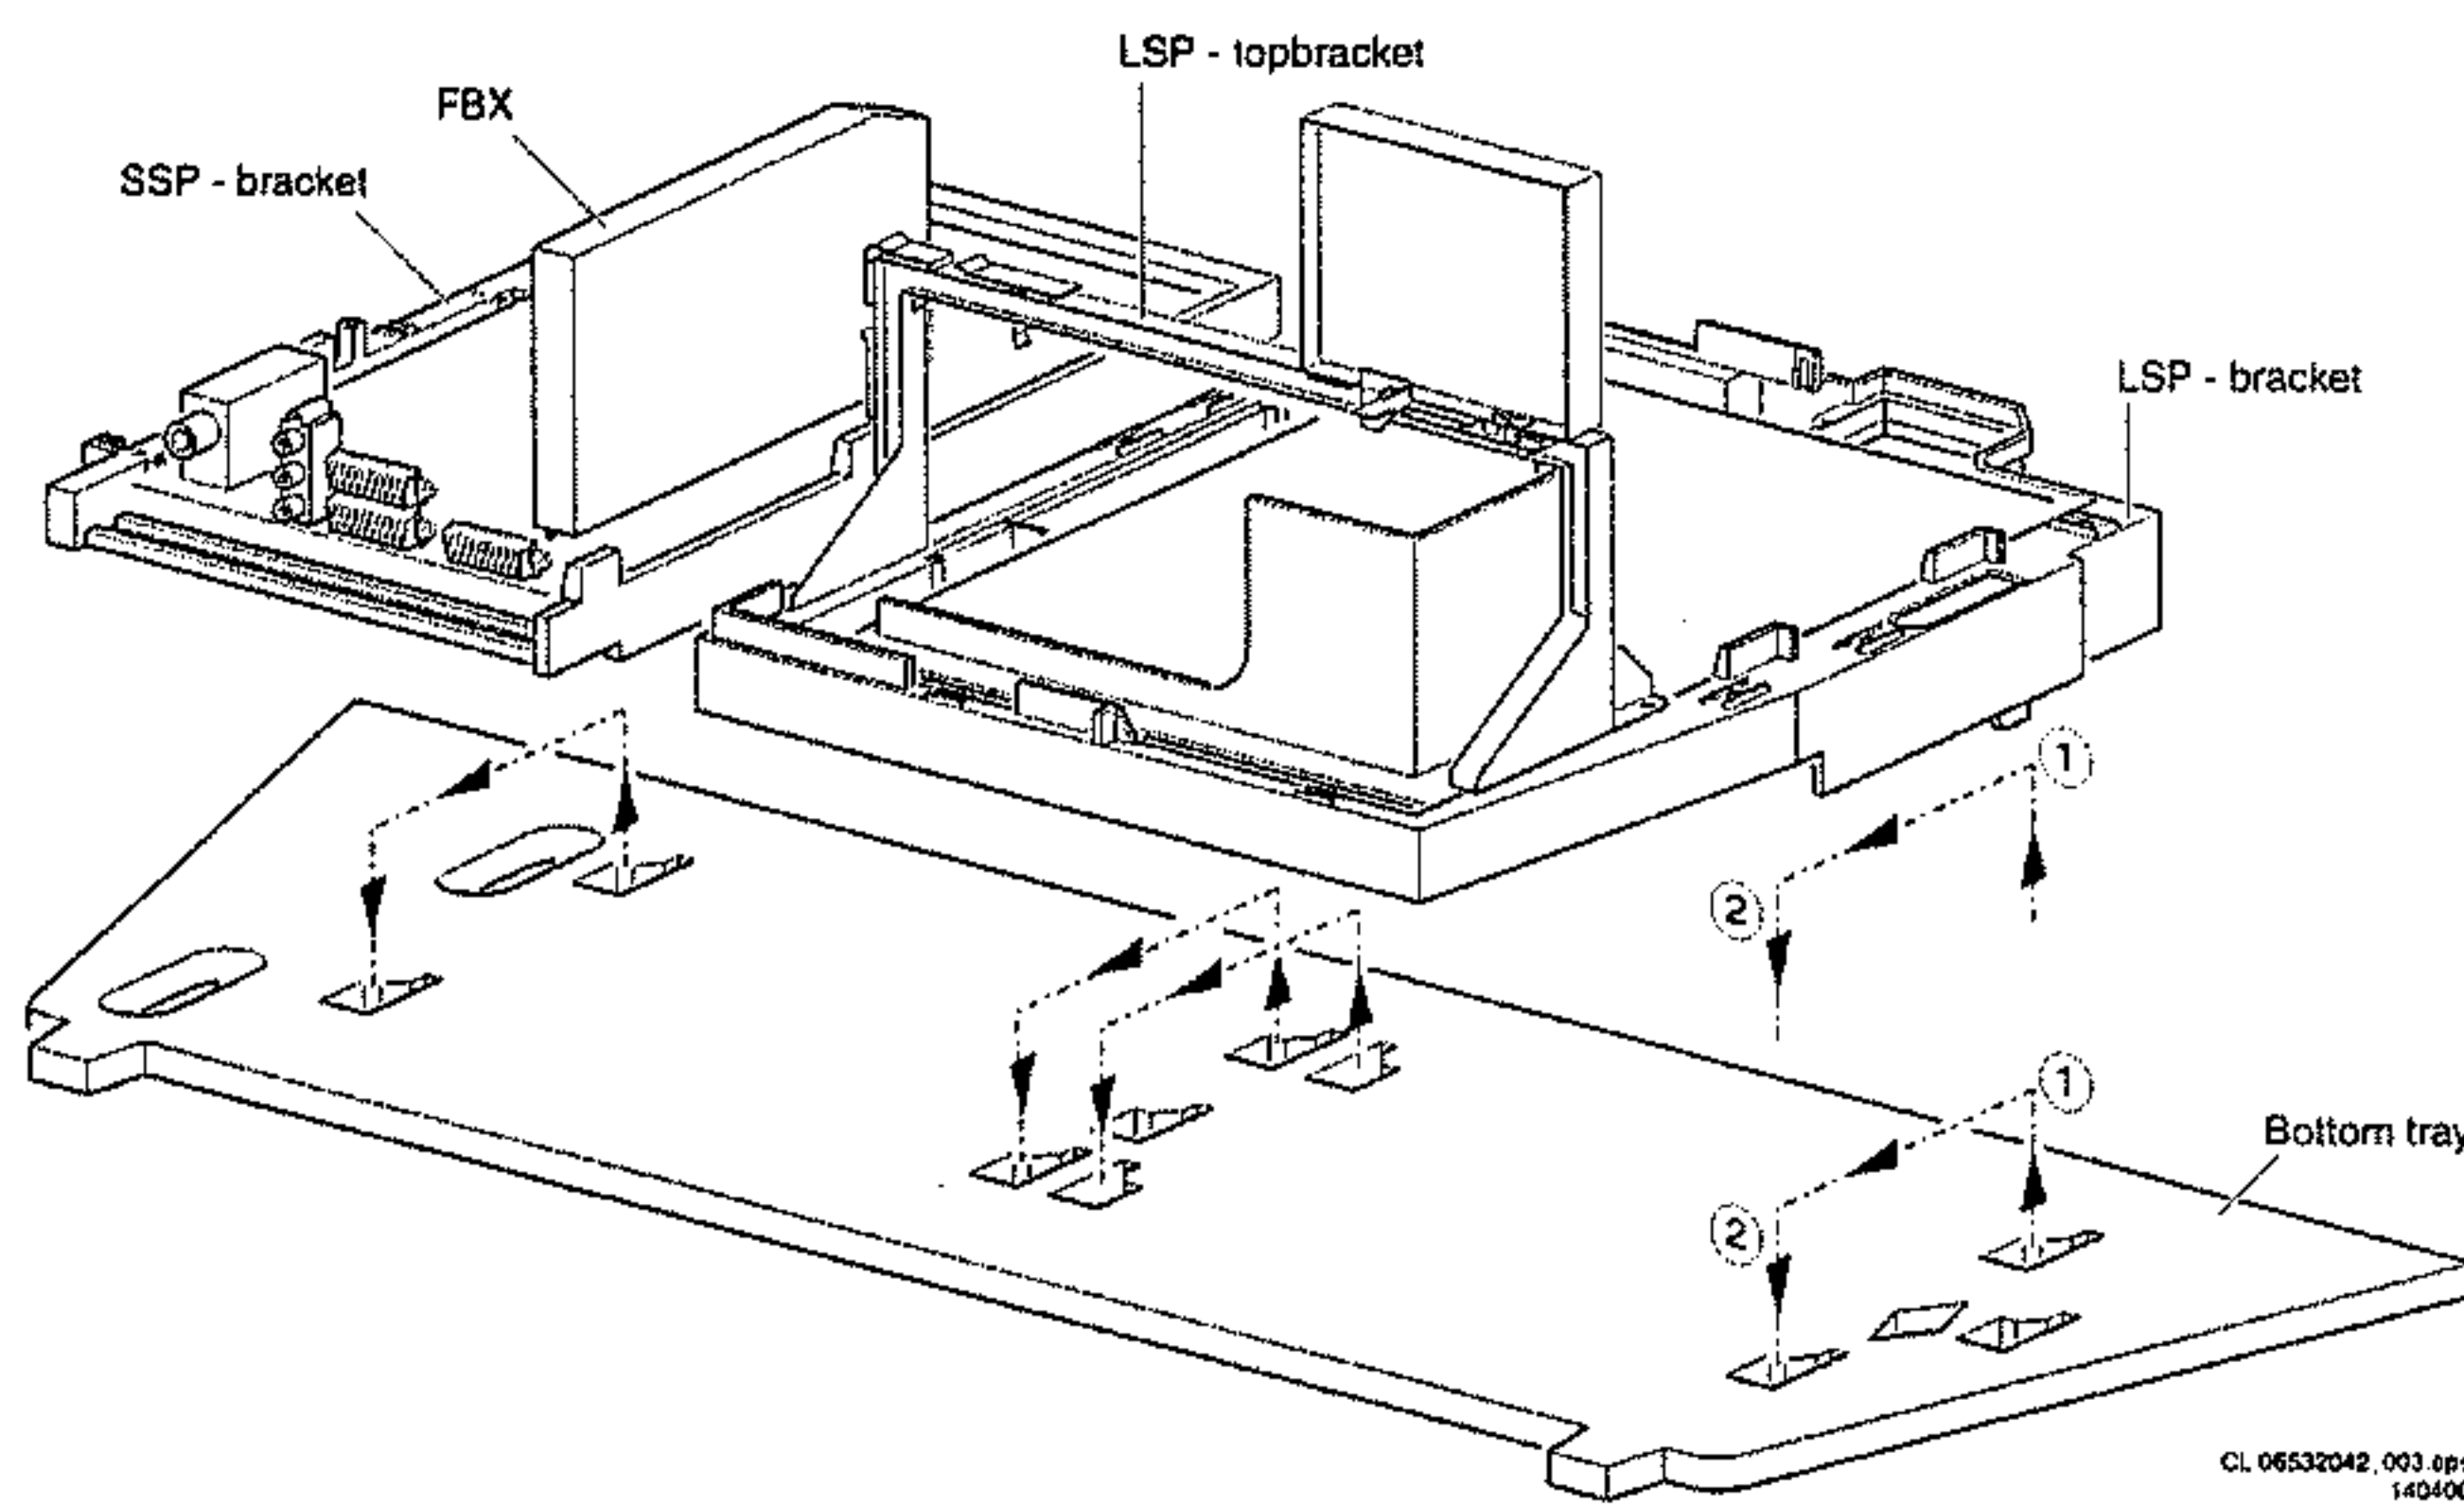

Abbildung 4-5
1. Ziehen Sie die SSP- und LSP-Baugruppen um etwa 8 cm nach hinten (siehe Abbildung 4-5). Die Halterungen sind nicht miteinander verbunden, können aber nach hinten so umpositioniert werden, als ob sie eine einzige Halterung wären.